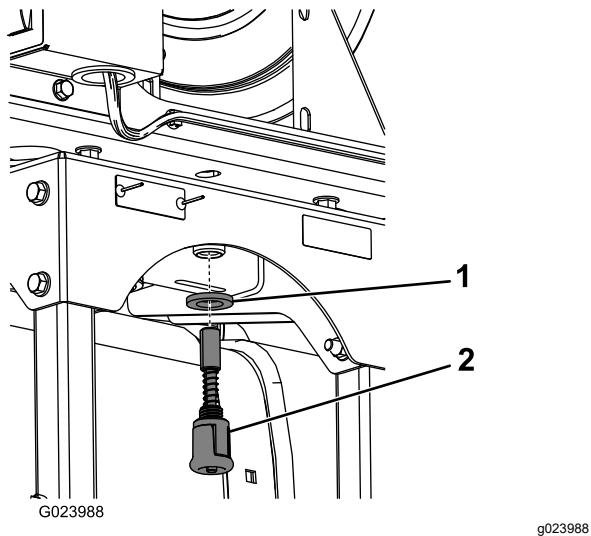

図 8
8. ホースリールフレームの下側に、大きいワッシャとスプリングピンを取り付ける図 8。